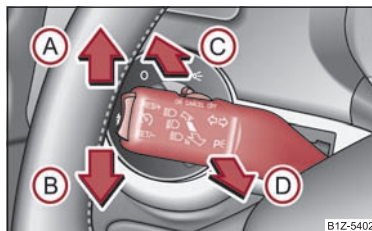

Fig. 38 Leva indicatori di direzione e abbaglianti
- Per inserire gli abbaglianti premere in avanti la relativa leva ⇒ pag. 43, fig. 38.
- Premere la leva di comando verso l'alto (A) o verso il basso (B) ⇒ fig. 38.